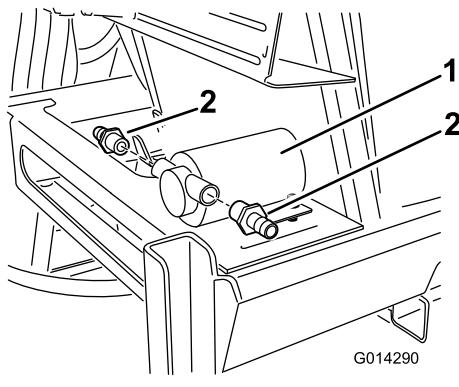

Figure 20
- Trouvez les raccords droits cannelés de flexibles dans les pièces détachées et branchez le raccord à l'entrée et la sortie de la pompe du réservoir de rinçage (Figure 20).